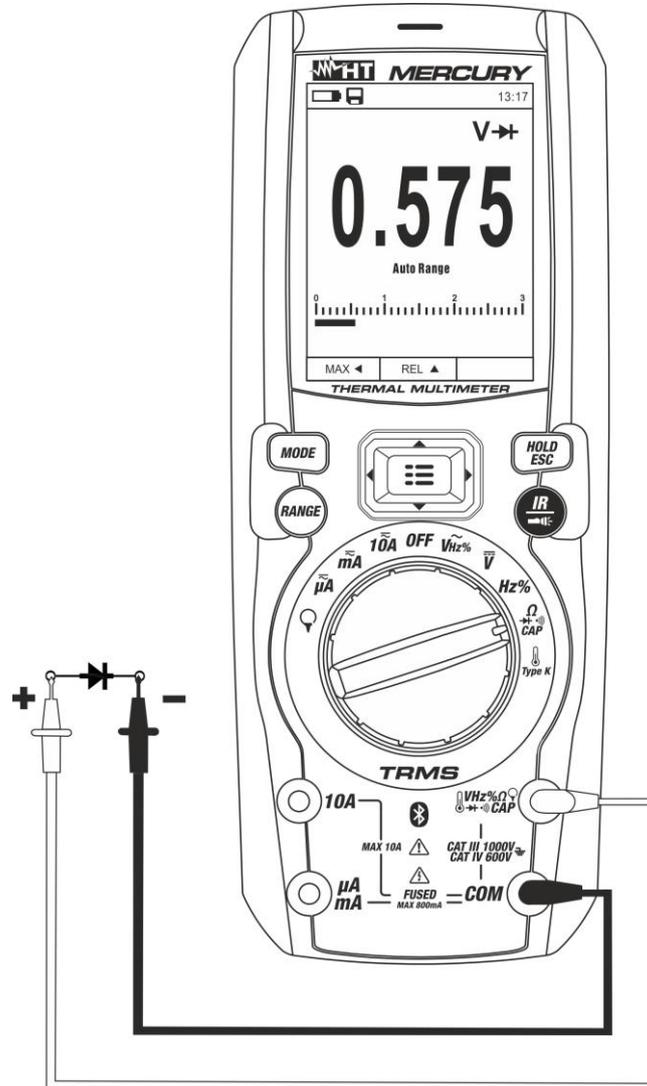

Abb. 25: Verwendung des Gerätes für Diodenprüfung
4. Verbinden Sie die Messleitungen mit den jeweiligen Enden der zu messenden Diode (siehe Abb. 25) und achten Sie dabei auf die angegebene Polarität.. Der Wert der direkt polarisierten Schwellenspannung wird im Display angezeigt.
6. Wenn das Gerät die Meldung "OL" anzeigt, sind die Anschlüsse der Diode vertauscht (siehe Abb. 25) oder die P-N Verbindung ist defekt.